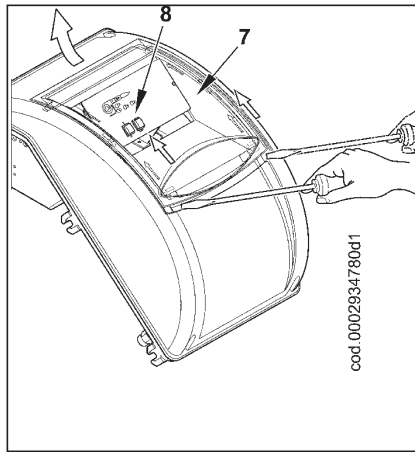

Рисунок 4
- Для закрытия крышки электрического щита, закрутите 4 винта "1" моментом затяжки, равным приблизительно 5 Нм, для обеспечения хорошего уплотнения. Теперь можно получить доступ к блоку управления "8". Для этого отцепите прозрачное окошко "7" лёгким надавливанием руки в направлении стрелок, как показано на рис. 4. Подождите, пока окошко немного не продвинется, а после этого снимите его с крышки.